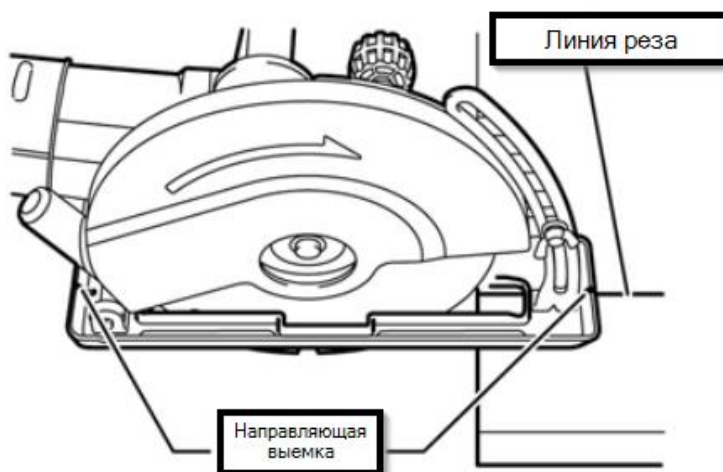

Рис. 11
-При резке бетонных блоков, плитки или каменной кладки не делайте пропилы глубиной более 60 мм. Если необходимо разрезать заготовку от 60 мм до 100 мм, сделайте два пропила. Глубина наиболее эффективного реза составляет около 40 мм. Крепко держите инструмент обеими руками. Сначала держите диск так, чтобы он не соприкасался с заготовкой, которую нужно разрезать. Затем включите инструмент и подождите, пока диск не наберет полную скорость. Пропил выполняется путем тяги инструмента на себя (а не отталкивания от себя). При выполнении реза совместите выемку на основании с линией реза. (рис. 11)